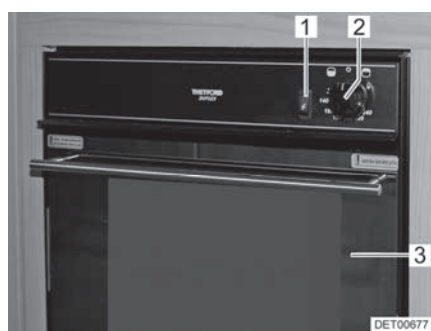
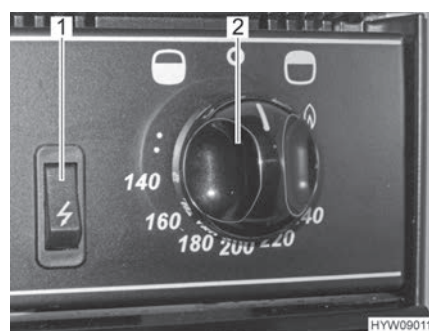

Fig. 131 Forno a gas con grill
Fig. 132 Elementi di comando (forno a gas con grill)
- Aprire completamente lo sportello del forno (Fig. 131,3).
- Premere il pomello girevole (Fig. 131,2 e Fig. 132,2) e ruotarlo in senso antiorario fino a raggiungere la posizione massima consentita (in direzione del simbolo del forno "☐").
- Premere il pomello girevole (Fig. 131,2 e Fig. 132,2) e tenerlo premuto per 5-10 secondi. Il gas fluisce verso il bruciatore.
- Premere l'interruttore di accensione (Fig. 131,1 e Fig. 132,1) finché la fiamma brucia.
- Premere il pomello girevole (Fig. 131,2 e Fig. 132,2) e ruotarlo in senso orario (in direzione del simbolo del grill "☐") e posizionarlo sul simbolo della fiamma).
- Ruotare il pomello girevole (Fig. 131,2 e Fig. 132,2) su "O". La fiamma si spegne.